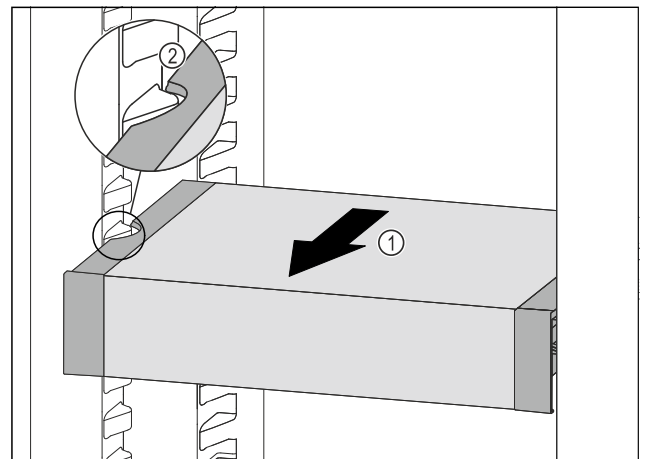

Fig. 63
- Trageți în față VarioSafe *Fig. 63 (1)*, până când degajările laterale ale VarioSafe se află la înălțimea nervurii recipientului din frigider. *Fig. 63 (2)*